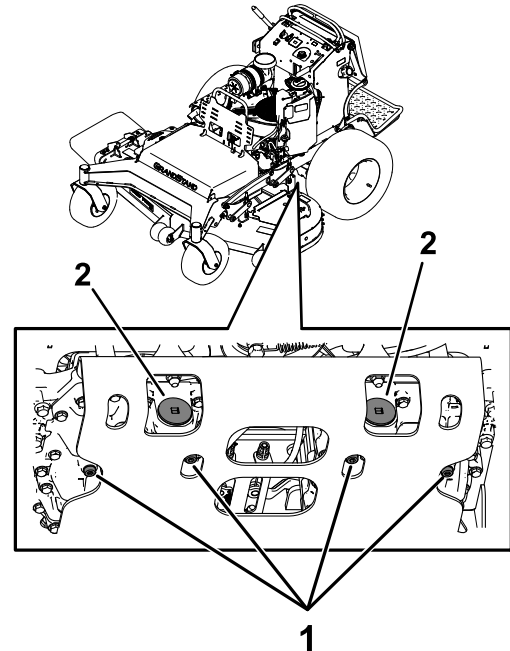

Figure 70
5. Localisez le bouchon de vidange sous la base de chaque transmission et placez un bac de vidange sous les bouchons (Figure 70).